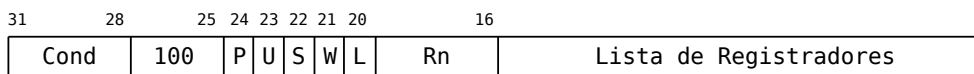

Figura 4.1: Codificação das instruções de transferência múltipla.
A Figura 4.1 mostra a codificação das instruções de transferência múltipla.
- ! é um indicador se o registrador base deve ser atualizado. Se presente, o montador monta o valor 1 no bit 21 da instrução (bit W, do inglês *write-back*, na Figura 4.1), indicando que o registrador Rn deve ter o valor atualizado, ao final da instrução, pelo número de bytes transferidos (para mais ou para menos, dependendo do modo de endereçamento). Se ausente, o valor do registrador Rn permanece inalterado.